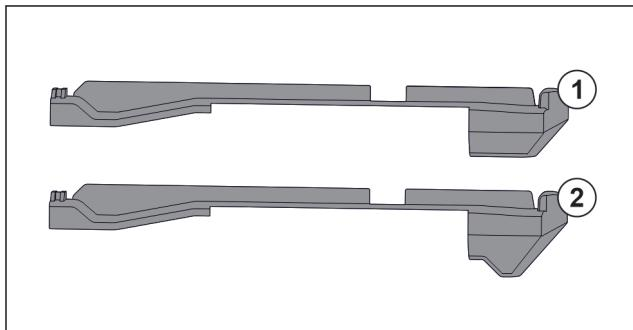

Fig. 124 Сравнение вставных частей
В устройстве находятся две разные вставные части. Вставная часть над самым нижним выдвижным ящиком Fig. 124 (2) имеет треугольную кромку. Все прочие вставные части Fig. 124 (1) имеют прямую кромку.
- Установите вставную часть Fig. 124 (2) с треугольной кромкой над самым нижним выдвижным ящиком.
- Установите вставную часть Fig. 124 (1) с прямой кромкой на все прочие места.